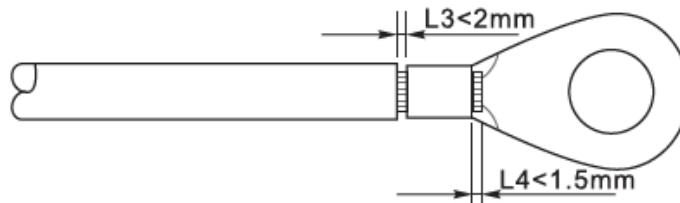

Figura 19 - Preparazione del cavo di terra (2)
- 2) Inserire i fili esposti nel terminale OT e crimparli usando uno strumento per la crimpatura, come mostrato nella Figura 19.